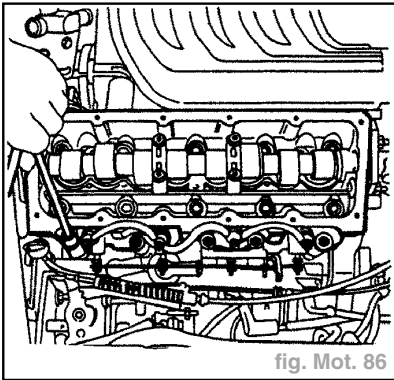

fig. Mot. 86
- Enlever les vis extérieures de fixation de la culasse au bloc-moteur (fig. Mot. 86).